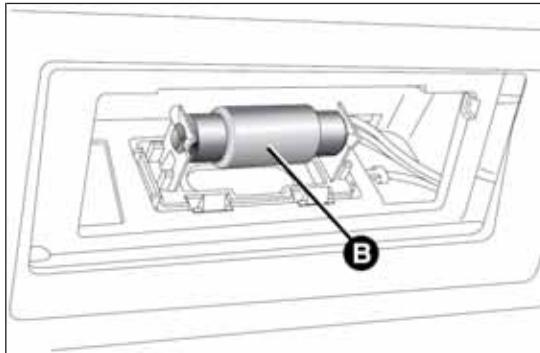

fig. 190
- sostituire la lampada B fig. 190, svincolandola dai contatti laterali;